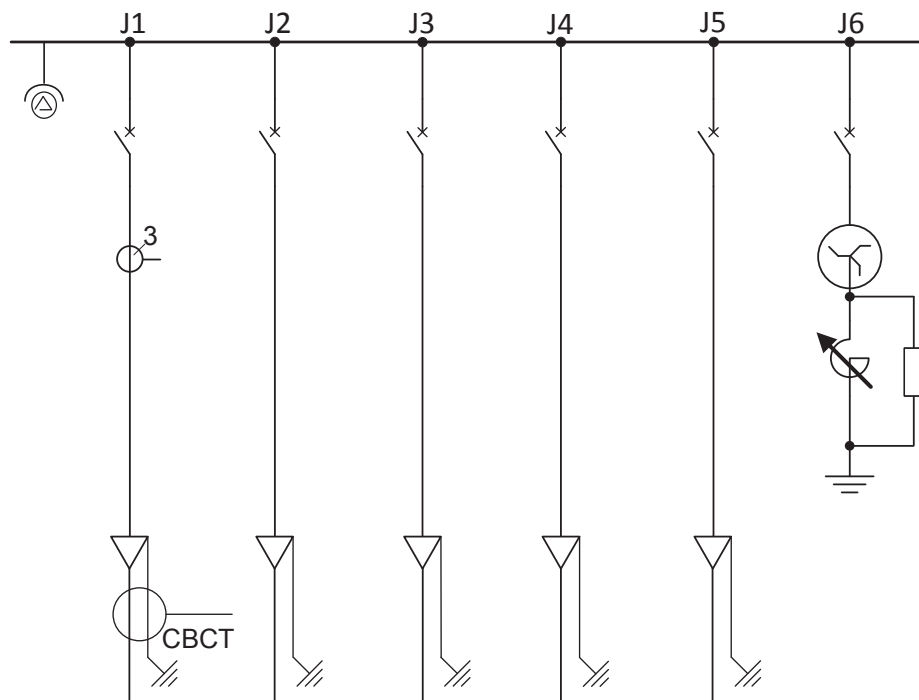

Abb. 7: Übersichtsschaltbild des Beispielfalls
Als Beispiel für die Erläuterung der Anwendung von MFADPSDE wird ein allgemeines Netz herangezogen. Abbildung 7 zeigt eine repräsentative Netzwerkkonfiguration (20 kV, 50-Hz-System) mit fünf zentral an der Station kompensierten Einspeisern. Das Netzwerk hat einen Resonanzstrom bei 50 A und ist überkompensiert bei 5 A. Ein dauerhaft verbundener Parallelwiderstand in der Hilfsstromwicklung der Petersenspule schleift 8,6 A des Widerstandsstrom bei Primärspannung ein. Die natürlichen Verluste des Netzwerks entsprechend ungefähr 2,4 A. Die Restspannung im gesunden Zustand  $U_0$  sind 5 % der nominalen Leiter-Erde-Spannung.
Der Beispielfall konzentriert sich auf den Multifrequenz admittanzbasierten Erdfehlerschutz von Einspeiser J1. Andere Einspeiser lassen sich mit denselben Einstellungen mit MFADPSDE in vergleichbarer Weise schützen. Abbildung 7 zeigt einen kernsymmetrischen Stromwandler (CBCT) (empfohlene Klasse: 0.5S/5P10, 1VA) für die Messung des Summenstroms  $I_0$  von Einspeiser J1 und Phasen-Stromwandlern (CT) und Spannungswandlern (VT) in offener Dreieckschaltung für die Messung des Summenstroms  $U_0$ . Mit den Phasen-Stromwandlern im Beispielfall wird der berechnete Summenstrom ermittelt, der für den Doppelerdschlusschutz benötigt wird. Zum Schutz der einzelnen Einspeiser sollten vergleichbare Anordnungen für die Messung von Summenstrom, Leiterströmen und Restspannung mit Relais (in der Abbildung nicht dargestellt) gewählt werden.